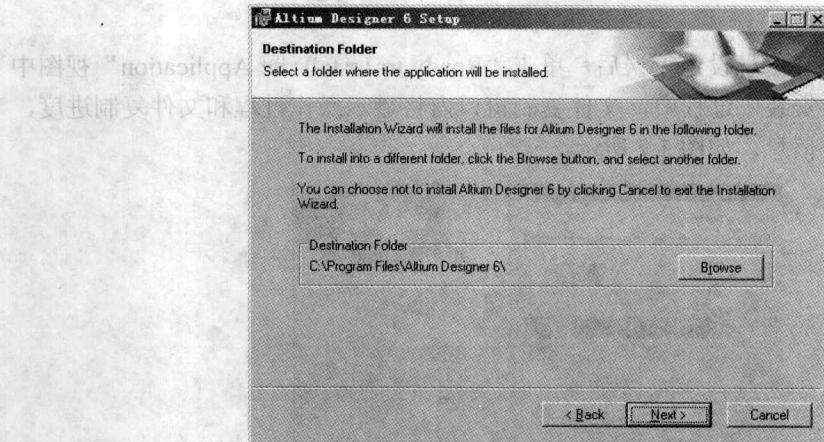

图 1.4 “Destination Folder”视图
(4) 在“User Information”视图中的“Full Name”编辑框内输入用户名，在“Organization”编辑框内输入单位名称，在使用权限选项中选中使用权限的范围中的“Anyone who uses this computer”前的单选按钮，表示这台计算机上的所有用户都能使用 Altium Designer 6，“Only for me”单选项则表示只有在当前安装 Altium Designer 6 的用户账号下才能使用 Altium Designer 6 软件。单击“Next”按钮，显示如图 1.4 所示的“Destination Folder”视图。